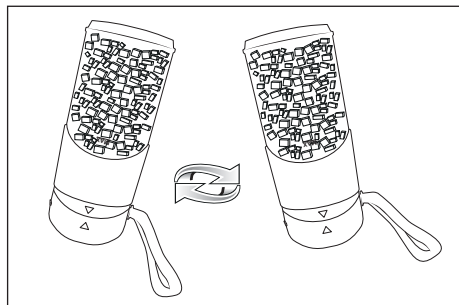

Fig. 1
- 4) Vire o aparelho ao contrário, de forma que a tampa ❶ fique voltada para baixo. Para distribuir melhor os ingredientes, pode mover o aparelho durante a trituração dos alimentos. Agarre o aparelho com a mão e faça movimentos para um lado e para o outro (ver fig. 1). Certifique-se de que a tampa ❶ não se solta do copo misturador ❷.